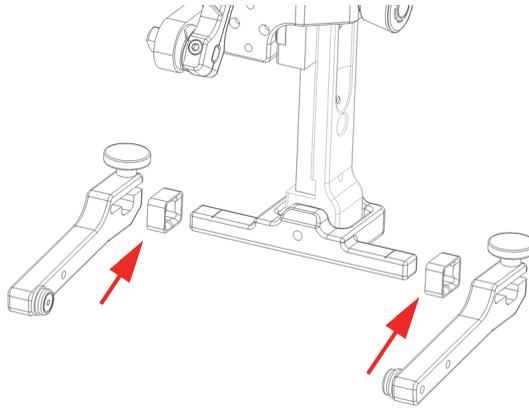

Figure 2-15 Retrait des bras de la fourche et insertion des cales
2. Insérez une cale sur chaque côté de l'axe rotatif de la fourche (Figure 2-15 à la page 52).